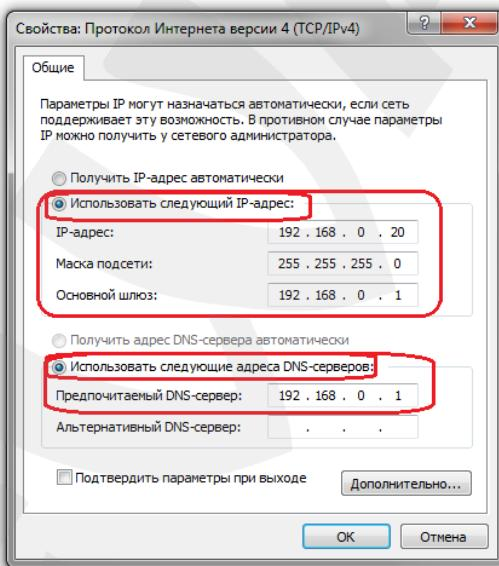

Рис. 5.7
**2. Использовать следующий IP-адрес:** IP-адрес задается пользователем вручную (Рис. 5.7):